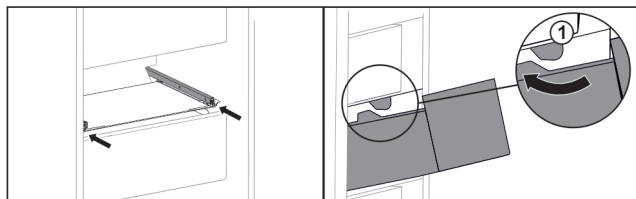

Fig. 149
- ▶ Ved'te zásuvku podél zarážek Fig. 149 (1).